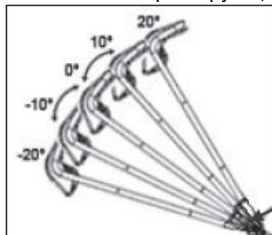

Рис. 2L (механизм регулировки угла наклона)
2. Вращая верхнюю ручку, расположенную по центру механизма регулировки угла наклона, установите соответствующий угол наклона в прицел от 0° to 18°, как показано на рис.2L.;